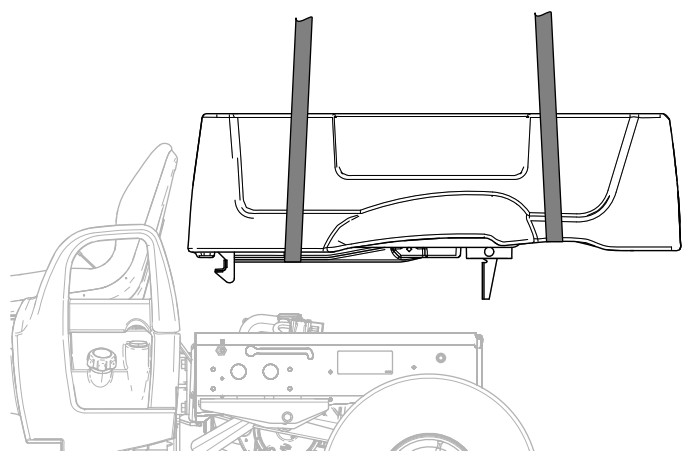

Figure 6
9. Soulevez le plateau et déposez-le de la machine (Figure 6).
4. Soulevez le plateau et déposez-le de la machine (Figure 6).